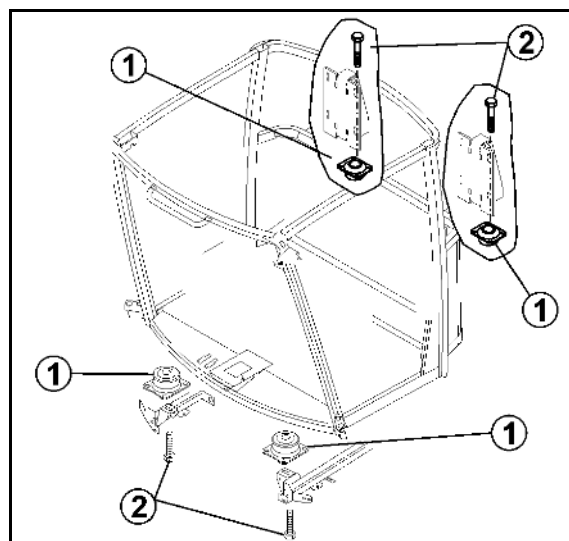

Fig. 190
1. Demontați grilajul aerului de recirculație (Fig. 190/1).